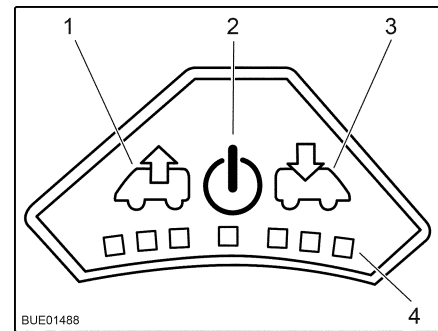

Bild 86 Bedienfeld des Ventilators
- Einschalten:** ■ Taste Ein/Aus (Bild 86,2) drücken. Der Ventilator läuft im Komfortmodus (Entlüften mit niedrigster Ventilator-drehzahl).
- Um die Ventilatorzahl zu erhöhen: Taste Entlüften (Bild 86,1) drücken. Die Ventilatorzahl in Entlüftungsrichtung nimmt um eine Stufe zu. LEDs (Bild 86,4) zeigen die Schaltstufen an.
- Um die Ventilatorzahl zu verringern: Taste Belüften (Bild 86,3) drücken. Die Ventilatorzahl nimmt um eine Stufe ab.
- Um die Ventilatorzahl zu erhöhen: Taste Belüften (Bild 86,3) drücken. Die Ventilatorzahl in Belüftungsrichtung nimmt um eine Stufe zu. LEDs (Bild 86,4) zeigen die Schaltstufen an.
- Um die Ventilatorzahl zu verringern: Taste Entlüften (Bild 86,1) drücken. Die Ventilatorzahl nimmt um eine Stufe ab.
- Taste Ein/Aus (Bild 86,2) drücken. Der Ventilator stoppt, die LEDs erlöschen.